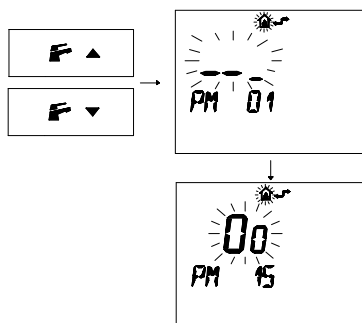

Figura 5.38
- Premere i pulsanti **F** o **F** per visualizzare la programmazione **"PM15"** abilitazione della sonda esterna (Figura 5.38)